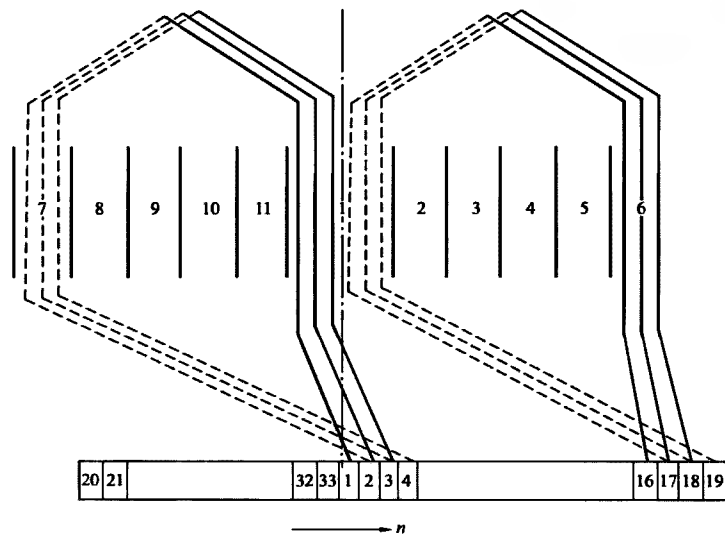

图 5-1 G25/40 型、G30/40 型转子绕组展开图
1. G25/40 型、G30/40 型转子绕组展开图 (见图 5-1)